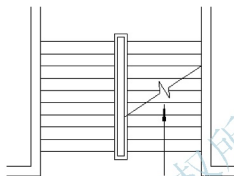

图 2.126 绘制出箭头端部
(7) 在指定下一点或 [圆弧(A)/闭合(C)/半宽(H)/长度(L)/放弃(U)/宽度(W)]: 提示下, 将光标垂直向上拖动, 输入“400”后按 Enter 键, 表示垂直向上绘制长度为 400mm 的多段线。
上面通过 (4) ~ (7) 步绘制了一条起点宽度为 80mm、端点宽度为 0mm、长度为 400mm 的多段线, 即上行箭头的端部, 结果如图 2.126 所示。